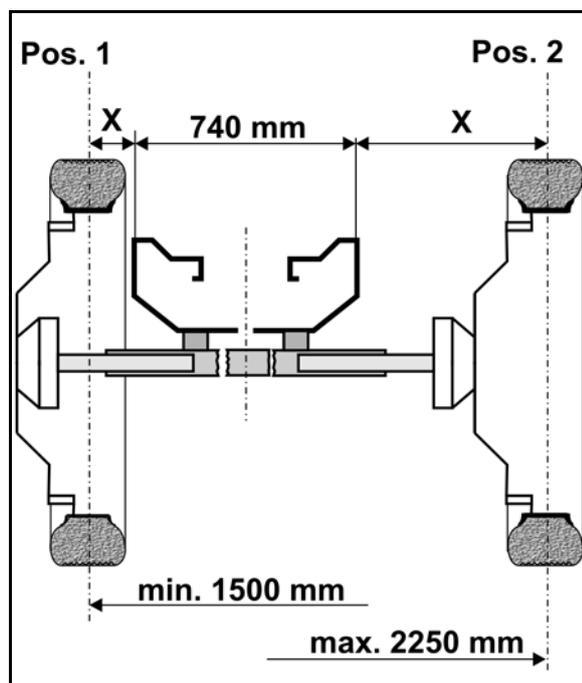

Рис. 136
4. Ослабьте зажимные винты (Рис. 136/1,2).
6. Для выравнивания оси сначала затяните винты (Рис. 136/1), момент затяжки 210 Нм.
7. Затем затяните винты (Рис. 136/2), момент затяжки 750 Нм.